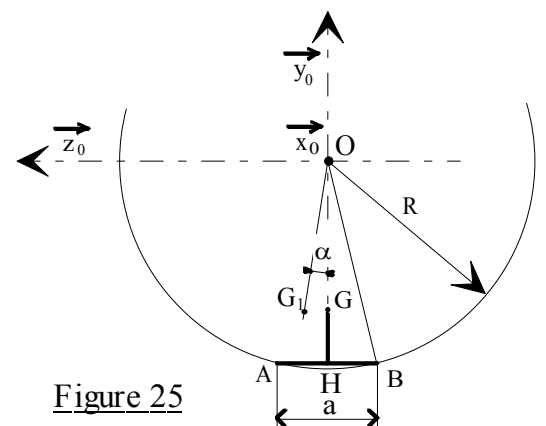

Figure 25
- En position initiale, l'axe  $G\bar{x}$  du robot est parallèle à l'axe de la canalisation  $\bar{x}_0$  et contenu dans le plan  $\bar{x}_0\bar{y}_0$  (voir figure 25).
- $G_1$  est la position limite du centre de gravité G. (voir figure 25)